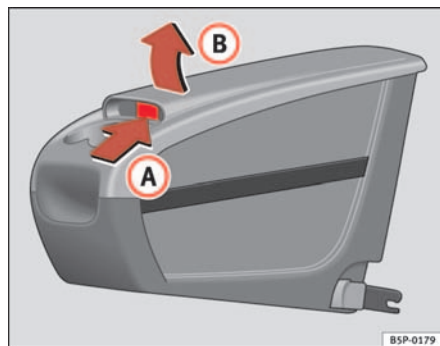

Abb. 111 Zusätzliche Ablage. Öffnen
- Die Klappe **B** im Bereich **A** ⇒ Abb. 111 anheben.